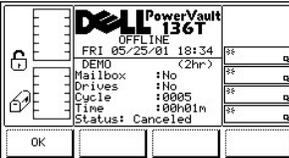

図 112. Service > Library > Exercise > Demo Using Time > Canceled ダイアログ
- 1 **Cancel** ソフトキーの下にあるボタンを押すと、図 112 が表示されます。